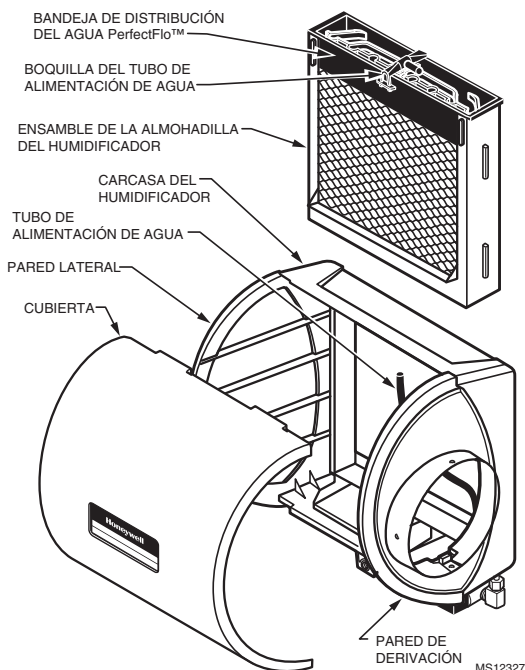

Fig. 17. Limpieza del humidificador.
2. Retire la cubierta del humidificador. Consulte la Fig. 17.